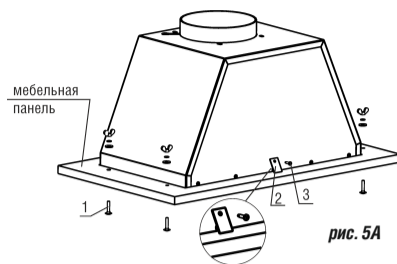

рис. 5А
6.2 Монтаж КВ Врезной блок: Flat 42П-430-КЗД, BOX 42П-450, Flat 52П-650-КЗД, Flat 52П-650-ПЗД, BOX 52П-700, BIOS 52П-450, Flat 72П-650-КЗД к подвесному элементу мебели над плитой (рис. 5 А).